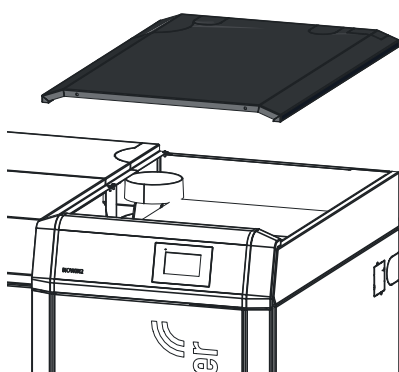

Fig. 58 Retirer le couvercle de revêtement
- ▶ Retirer le couvercle de revêtement – Fig. 58.